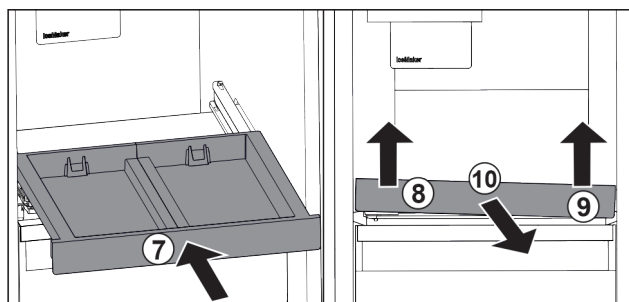

Fig. 25
- ▶ Вкарайте изтеглящата се дъска. Fig. 25 (7)
- ▶ Повдигнете изтеглящата се дъска отпред отляво. Fig. 25 (8)
- ▶ Повдигнете изтеглящата се дъска отпред отдясно. Fig. 25 (9)
- ▶ Извадете изтеглящата се дъска напред. Fig. 25 (10)